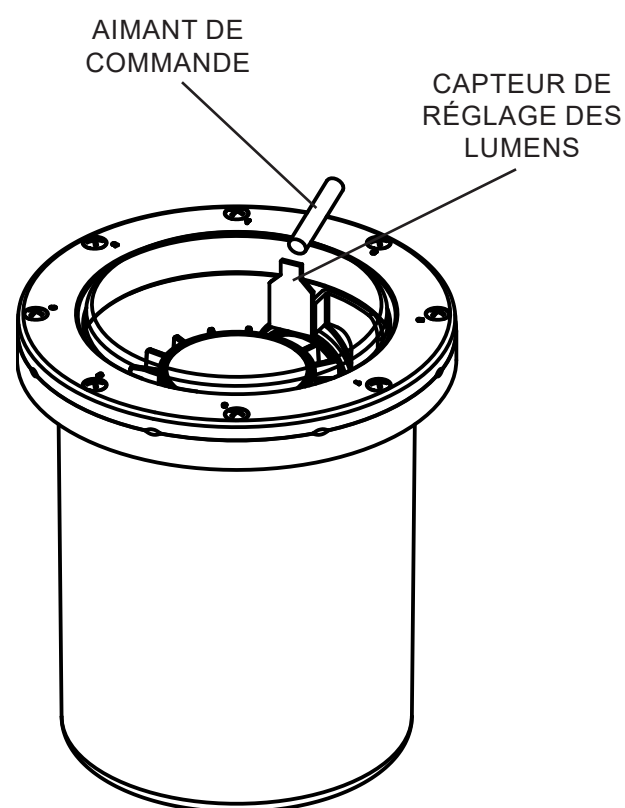

Figure 4
- Localiser le capteur de réglage de lumens sur le dessus du luminaire, Consulter la figure 4.
- Placer l'aimant par-dessus le capteur de réglage de lumens, au-dessus du verre, pour 1,5 secondes pour initier le mode Programmation. Éloigner ensuite l'aimant du capteur. Consulter la figure 4.